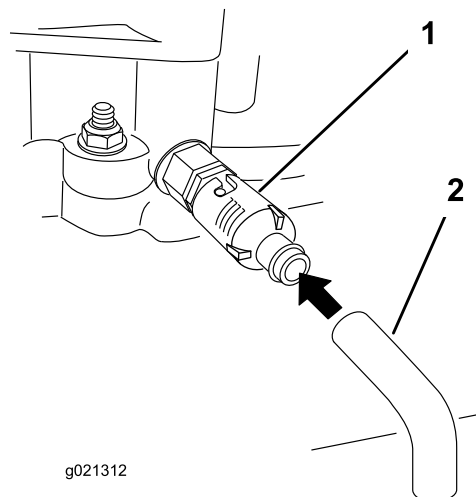

Рисунок 23
5. Поместите поддон под сливной шланг. Поверните клапан слива масла, чтобы дать маслу стечь (Рисунок 23).
7. Снимите сливной шланг (Рисунок 23).